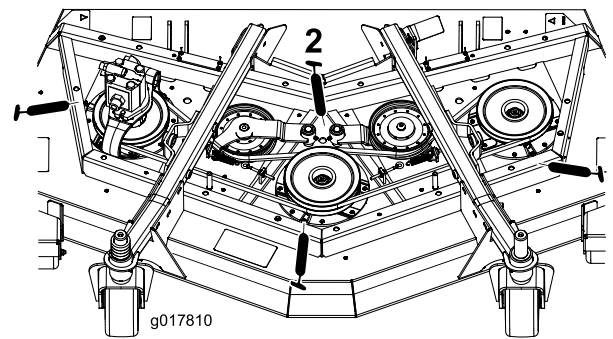

Figura 78
- 3 cuscinetti dell'asse del fusello – posizionati sotto la puleggia (Figura 78)
- 2 boccole orientabili del braccio di rinvio (Figura 78)